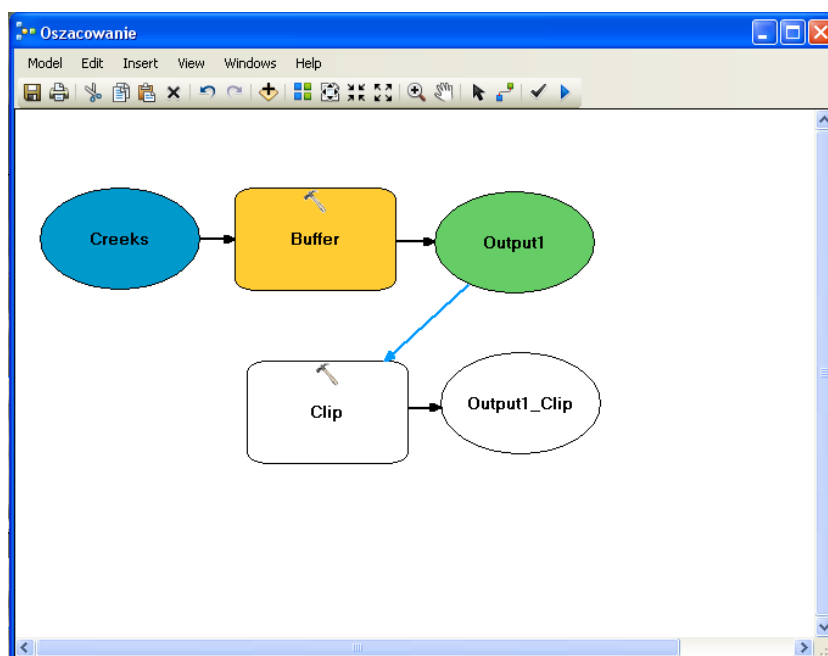

Fig. 11. Okno modelu z dodanym procesem *Clip*
- 7.4. Kliknij *Output1*, przytrzymaj przycisk myszy i przeciągnij strzałkę nad proces *Clip*. W menu kontekstowym, które się pojawi po zwolnieniu przycisku myszy, kliknij *Cechy Wejściowe (Input Features)* (Fig. 11).